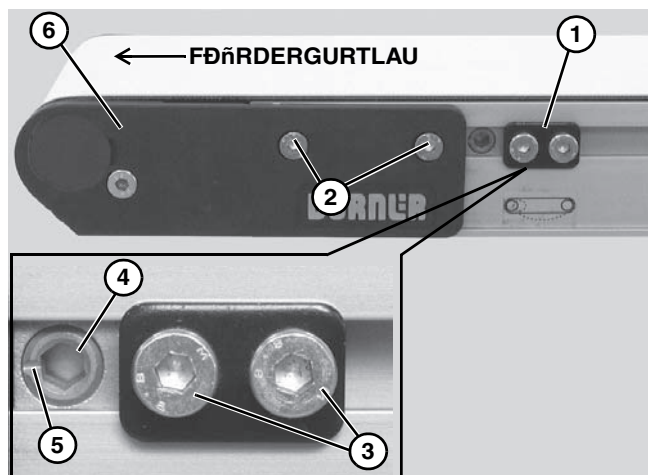

Figure 27
Nicht-V-geführte Fördergurte sind mit Nockenbausätzen (**Figure 27, item 1**) zur Anpassung des Fördergurtlaufs ausgestattet.
5. Sicherstellen, dass die Befestigungsschrauben der Kopfplatte (**Figure 27, item 2**) auf beiden Seiten des Förderers festgezogen sind.
6. Auf beiden Seiten des Förderers zwei (2) Nocken-Befestigungsschrauben (**Figure 27, item 3**) lösen. Nocken (**Figure 27, item 4**) justieren, bis die Anzeigeslitze (**Figure 27, item 5**) horizontal sind und in Richtung des Endes des Förderers zeigen. Anschließend die Nockenbausätze gegen die Kopfplatten (**Figure 27, item 6**) schieben und die Nocken-Befestigungsschrauben (**Figure 27, item 3**) mit einem Drehmoment von 7 Nm (60 in-lb) anziehen.
7. Auf der Seite, gegen die der Gurt läuft, die Befestigungsschrauben der Kopfplatte (**Figure 27, item 2**) lösen.
8. Bei laufendem Förderer mit einem 5 mm Inbusschlüssel den Nockenbausatz (**Figure 27, item 4**) in kleinen Schritten drehen, bis der Gurt in der Mitte des Förderers läuft. Daraufhin bei in Position gehaltener Nocke die Befestigungsschrauben der Kopfplatte (**Figure 27, item 2**) mit einem 4 mm Inbusschlüssel mit einem Drehmoment von 7 Nm (60 in-lb) wieder anziehen.